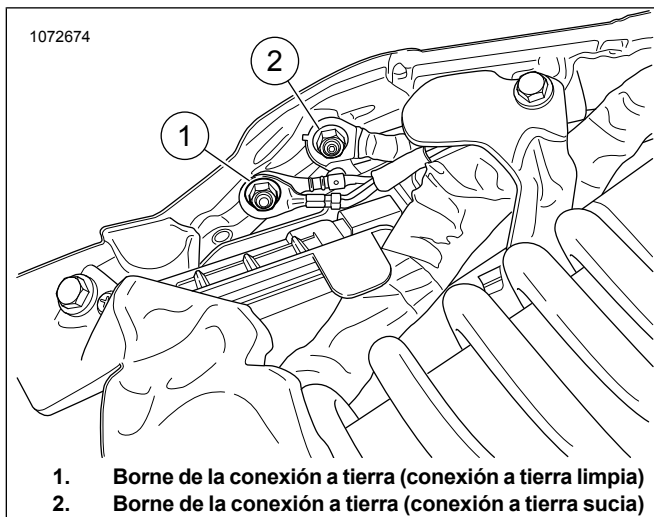

Figura 23. Conexión a tierra de la estructura
Vea Figura 23. Coloque y conecte el cable de la conexión a tierra del ATM al borne trasero de la conexión a tierra **limpia** (1). Ajuste a: